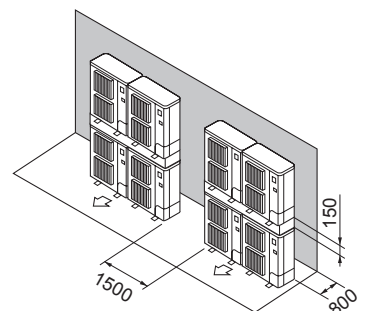

Fig. 2-18
- ⑦ Seadmete ülestikku paigutus (Fig. 2-18)